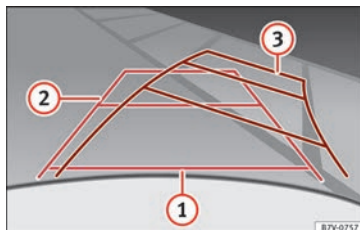

Bild 216 Display: orienteringslinjer för parkeringsplatsen bakom bilen
Innebörd av orienteringslinjerna som visas på skärmen » **bild 216**. Alla längder på orienteringslinjerna har ett fordon på en horisontell yta som referens.
- Backa långsamt och vrid ratten så att de gula orienteringslinjerna leder dig mot parkeringsplatsen » **bild 216** ❸.